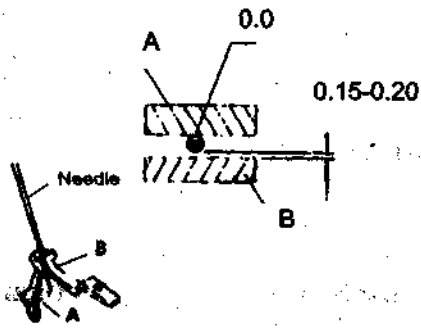

Рис.17
5. Игла и предохранитель иглы (Рис. 17)